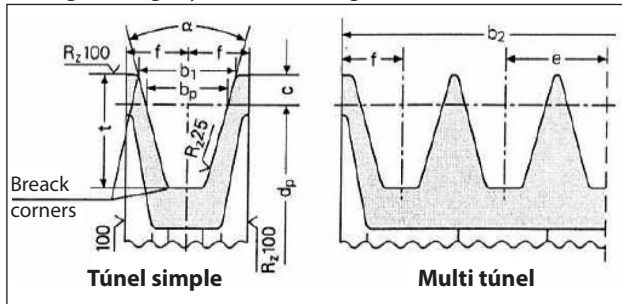

Fig. 9
- Utilizar poleas con correas trapezoidales con las dimensiones del canal prescritas/recomendadas por el fabricante de la correa utilizada. A falta de indicaciones, seguir la Fig. 9 y a la tabla de Fig. 10.